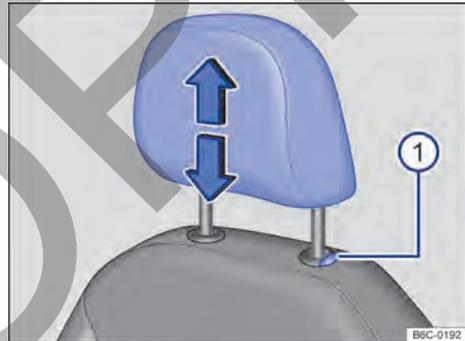
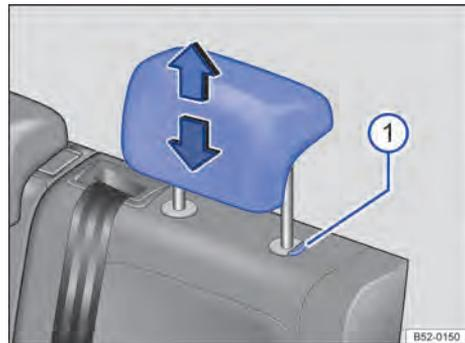

Fig. 66 Apoyacabezas delantero: ajustar.
Fig. 67 Apoyacabezas trasero: ajustar.
- Mover el apoyacabezas hacia arriba o hacia abajo, en el sentido de la flecha, presionando el botón → fig. 66 ① o → fig. 67 ① presionado → ▲ en *Introducción al tema* de la pág. 82.